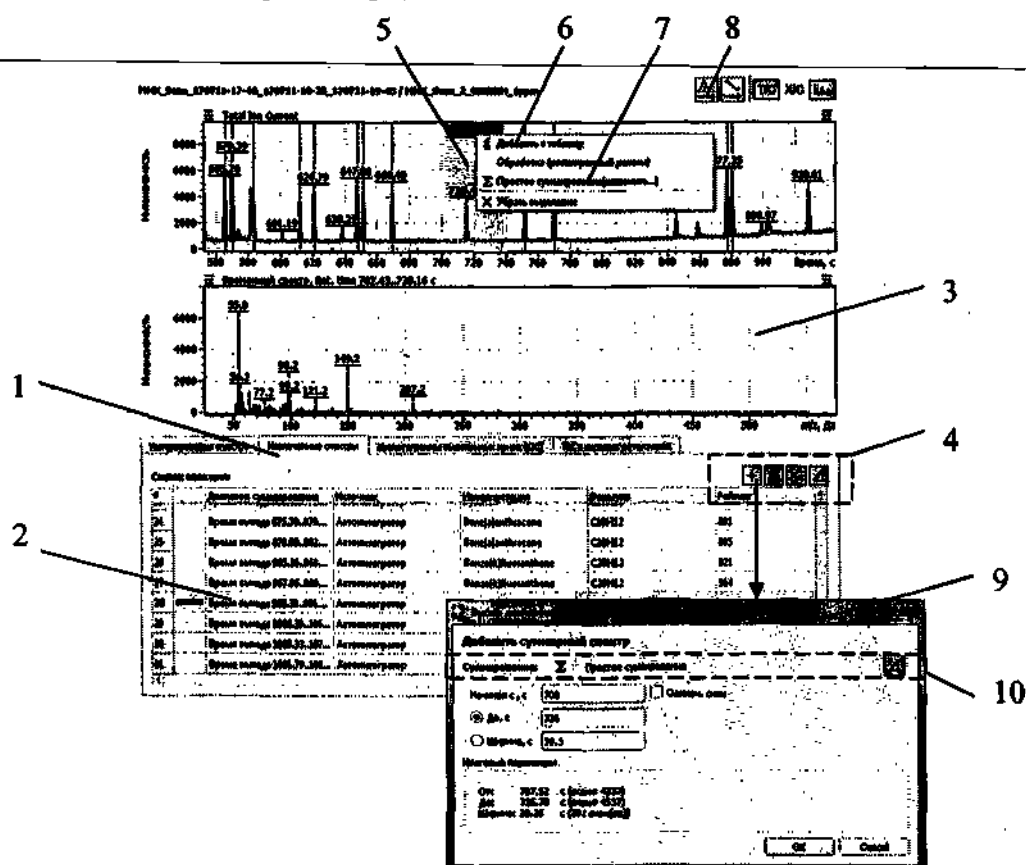

Рисунок 207 – Таблица извлеченных спектров и средства для ее редактирования
2. Нажатием клавиши  в группе клавиш, обозначенной позицией 4 (см. рисунок 207), вызывается на экран сектор, способствующий получению извлеченного спектра (обозначен позицией 9 на том же рисунке). С помощью этого сектора определяется ширина интегрируемой зоны хроматограммы и можно указать способ интегрирования. Нажатие клавиши **ОК**, показанной в этом секторе, приведет к показу спектра (соответствующего указанной зоне) и добавлению его в таблицу, обозначенную позицией 2.